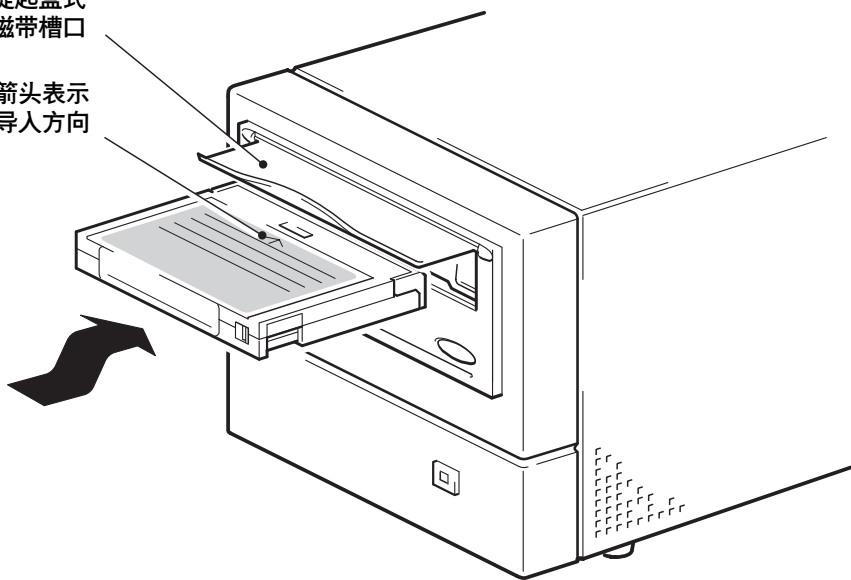

图 7a: 装入盒式磁带
- 1 提起磁带机前面的盒式磁带槽口并将盒式磁带插入到磁带机前面的插槽中，白色箭头位于最上方并指向磁带机槽口。轻轻推压，直到磁带机收纳磁带并将其装入。（见图 7a。）